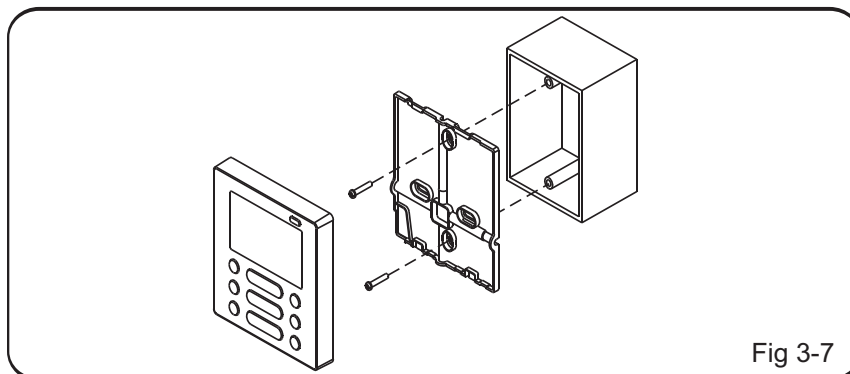

Fig 3-7
6. Fijar la tapa inferior del cuadro eléctrico con los tornillos ranurados de los accesorios. Cerciórese de que la tapa inferior quede paralela a la superficie de la pared, luego vuelva a instalar la tapa inferior al control centralizado. (Vea Fig. 3-7)